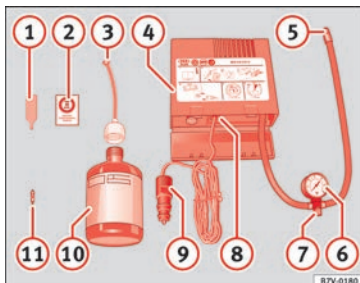

Fig. 84 Representação standard: conteúdo do kit antifuros.
O kit antifuros está localizado na bagageira, por baixo do revestimento do piso. Inclui os seguintes componentes »» **Fig. 84**:
Volte a enroscar o tubo de enchimento »» **Fig. 84** ⑤ e verifique a pressão no manómetro ⑥.